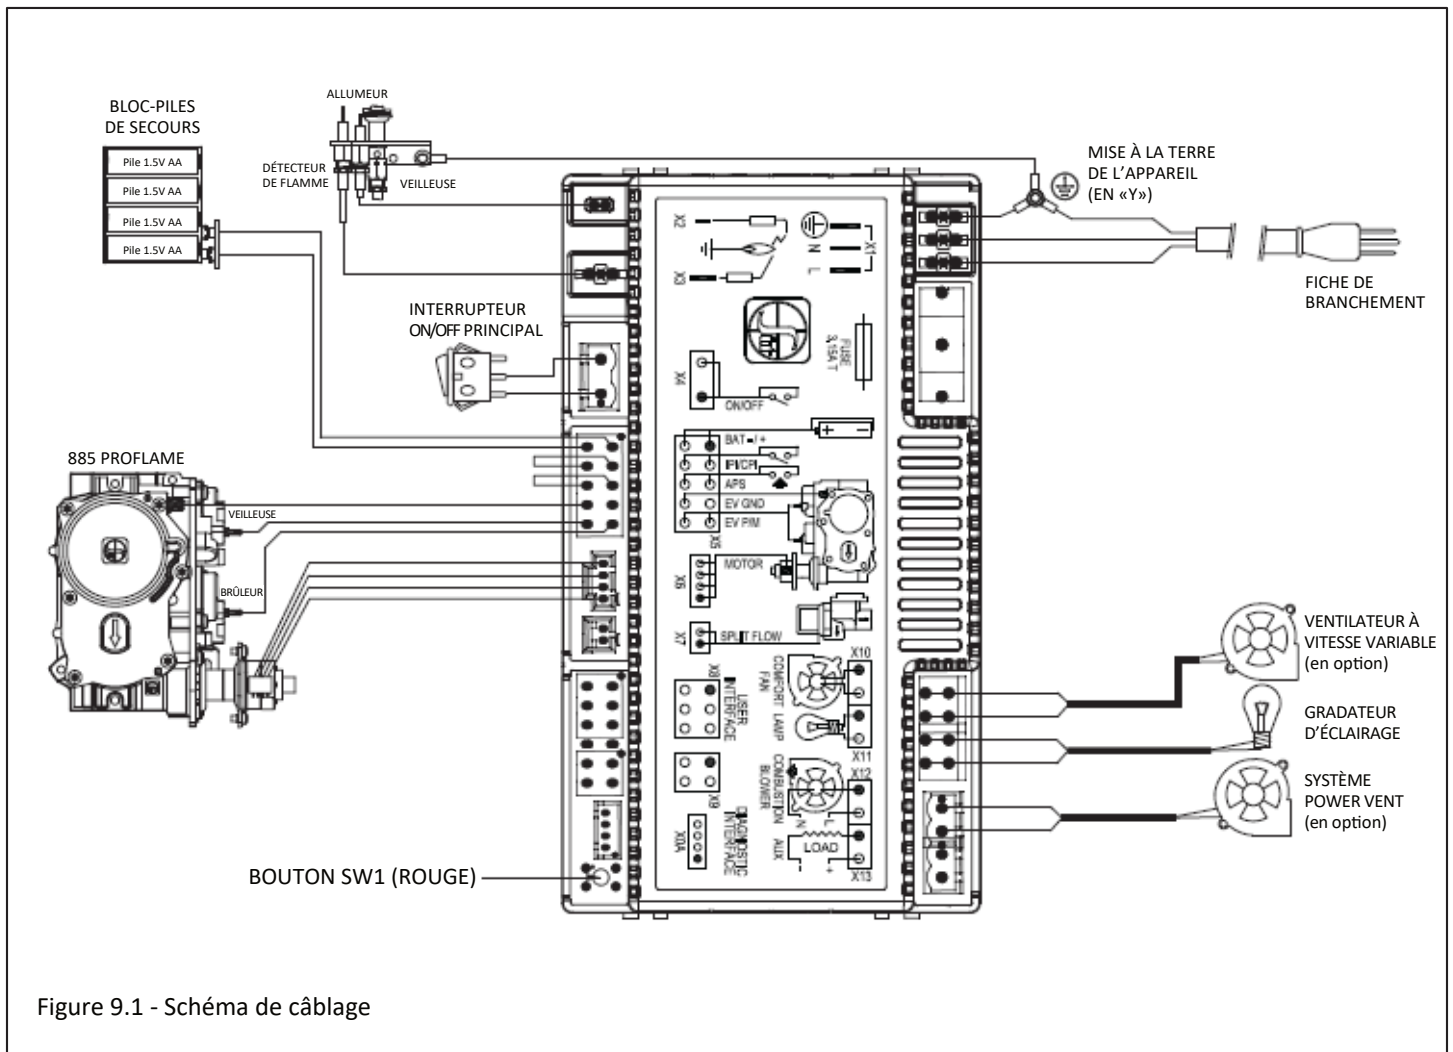

Figure 9.1 - Schéma de câblage
9. Branchez la fiche du cordon du ventilateur dans la prise de courant située au module de contrôle IFC. Voir le Schéma de câblage à la Figure 9.1.